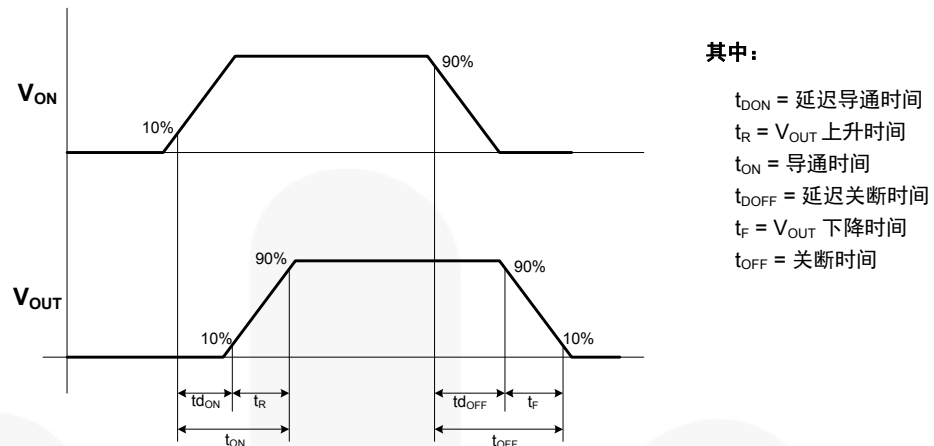

图 5. 时序图
- $t_{DON}/t_{DOFF}/t_R/t_F$ 在下列图 5 中进行定义。